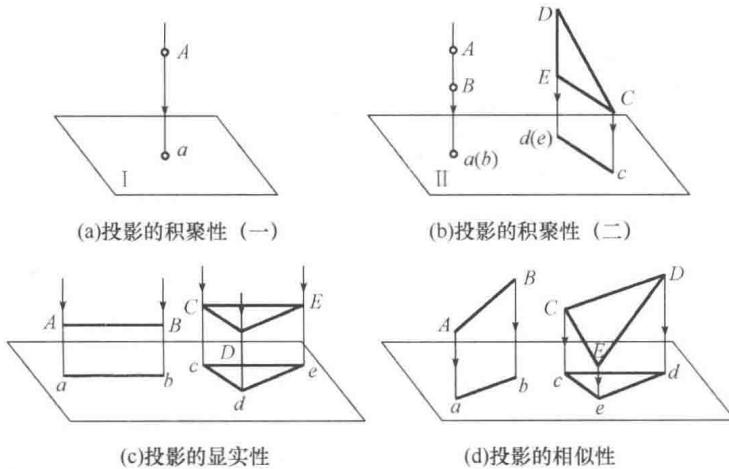

图 1-5 正投影的基本特征
①积聚性的特征。直线和平面垂直于投影面时，直线和平面的投影积聚成一个点和一条直线，如图 1-5(a) 和图 1-5(b) 所示。
②显实性的特征。直线和平面平行于投影面时，直线和平面的投影分别反映实长和实形，如图 1-5(c) 所示。
③相似性的特征。直线和平面与投影面倾斜时，直线的投影变短，平面的投影变小，但投影的形状与原来形状相似，如图 1-5(d) 所示。